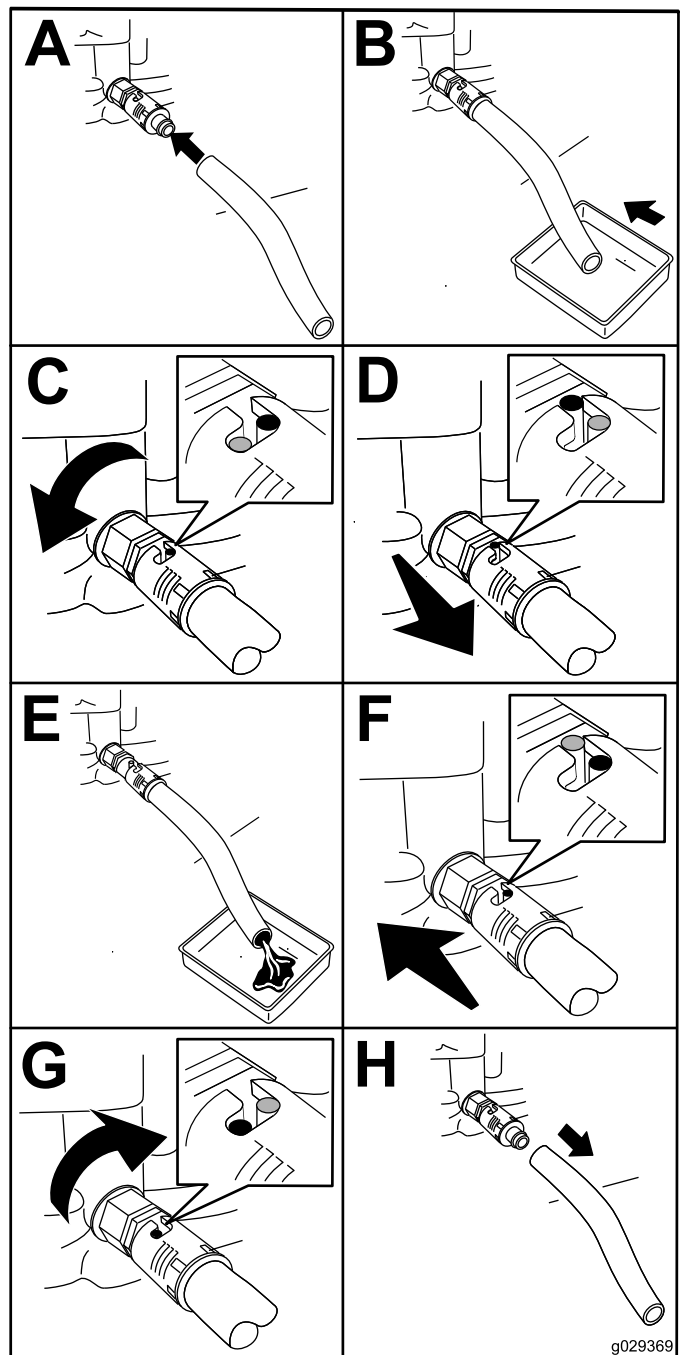

Bild 30
4. Schieben Sie den Ablassschlauch auf das Ablassventil (**Bild 30**).
5. Stecken Sie das andere Ende des Schlauchs in einen geeigneten Ölbehälter (**Bild 30**).
6. Drehen Sie das Ölablassventil eine Viertelumdrehung nach links, um das Öl abzulassen (**Bild 30**).
7. Drehen Sie das Ölablassventil eine Viertelumdrehung nach rechts, wenn das Öl abgelaufen ist, um das Ventil zu schließen (**Bild 30**).